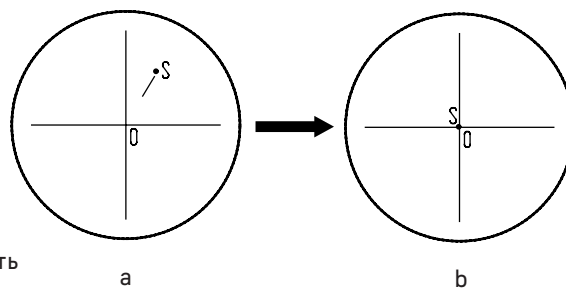

Рис. 19. Настройка канала визуализации
- Установите рукоятку переключения светового потока 4 в положение для наблюдения через окуляры и камеру. Наблюдая объект через окуляры, найдите отличительную точку в поле зрения (легко идентифицируемую цель, такую как точка S на рис. 19а), переместите объект на предметном столике так, чтобы данная точка находилась в центре поля зрения как показано на рис. 19b. Для этой процедуры вместо обычного препарата удобно использовать специальный калибровочный слайд с перекрестьем, а вместо обычного окуляра – окуляр с перекрестьем.